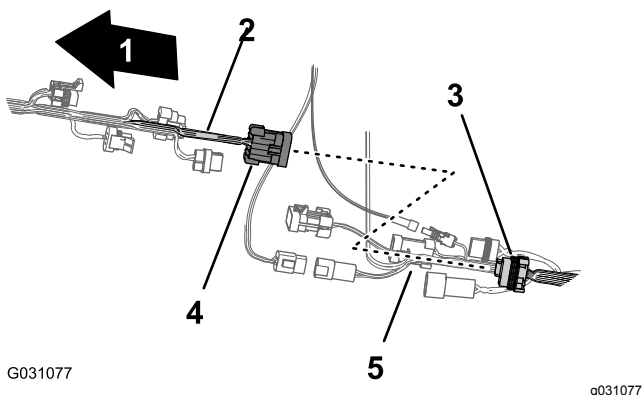

Bild 91
5. Stecken Sie den 10-Stift-Stecker des vorderen Kabelbaums für die Sprühfahrzeug-Kabelbaumverbindung in den 10-Buchsen-Stecker des hinteren Kabelbaums für die Sprühfahrzeug-Kabelbaumverbindung (Bild 91).